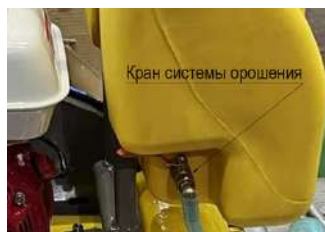

Рис. 13. Кран системы орошения
- при необходимости откройте кран системы орошения (подачи воды) (см. рис. 13).